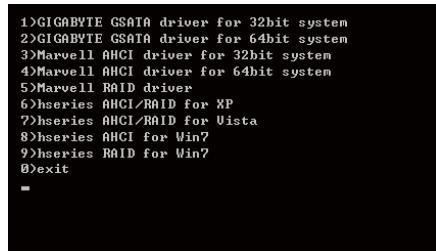

图2
- 3: 放入空白磁盘(若您使用的是USB软驱, 请先确认它已被指定为A磁盘)。依所要安装的操作系统按下SATA控制器驱动程序代码后再按<Enter>键。以图2的选单为例, 若是将磁盘阵列构建在由AMD A75芯片组所接出的硬盘中并安装Windows XP, 请选择「6) hseries AHCI/RAID for XP」。